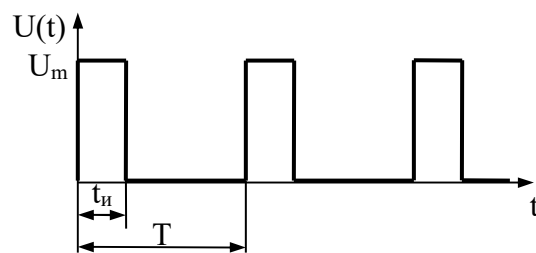

Рис. 3.
12. Определить максимальное U_m значение напряжения импульса по показанию $\alpha_U = 20 \text{ В}$ вольтметра типа В7-26 (содержит преобразователь максимального значения с закрытым входом, шкала проградуирована в действующих значениях синусоидального напряжения), работающего в режиме измерения напряжения переменного тока, если на его вход подана периодическая последовательность прямоугольных импульсов длительностью $t_n = 1 \text{ мкс}$ и периодом следования $T = 100 \text{ мкс}$ (рис. 3).